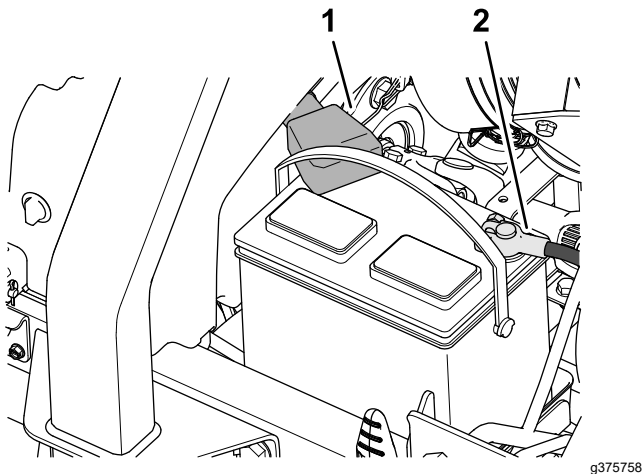

Figura 96
1. Conecte el cable positivo (rojo) al borne positivo (+) de la batería (Figura 96).